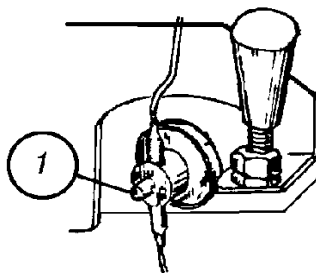

Рис.75
- нажмите кнопку 1 (красного цвета) на датчике индикатора засоренности. При этом должна загореться лампа индикатора 4 засоренности фильтра (рис.75).